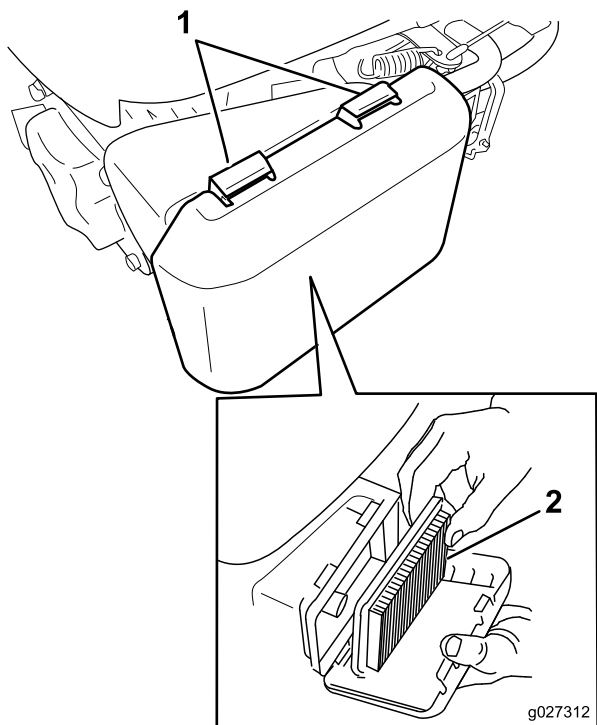

Figure 22
2. Appuyez sur les languettes de verrouillage en haut du couvercle du filtre à air (Figure 22).